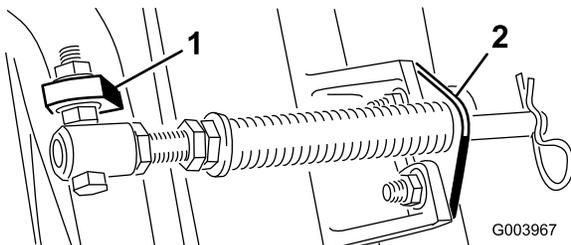

Рисунок 5
- C. Установите болт трубки пружины на противоположный выступ несущей рамы и закрепите фланцевой гайкой. Головку болта следует расположить в направлении наружной стороны выступа, как показано на Рисунок 5.
- D. Присоедините кронштейн штока к выступам режущих блоков с помощью каретных болтов и гаек (Рисунок 5).